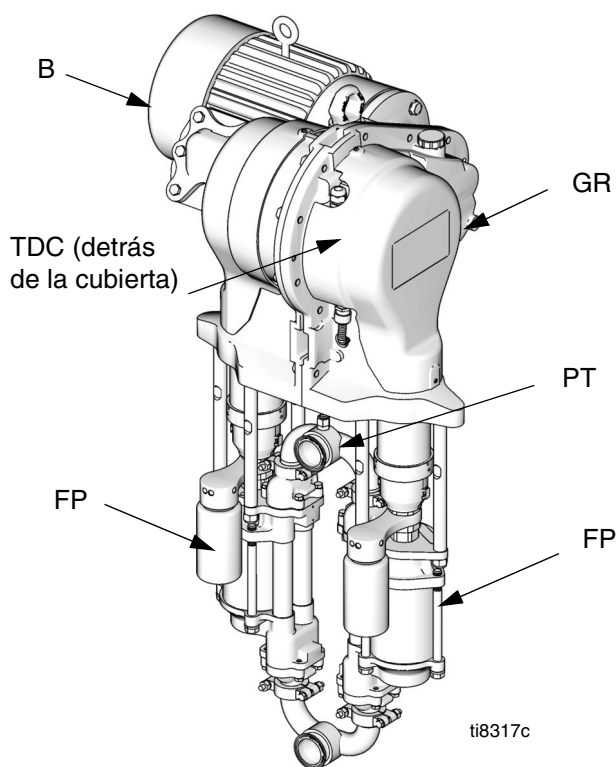
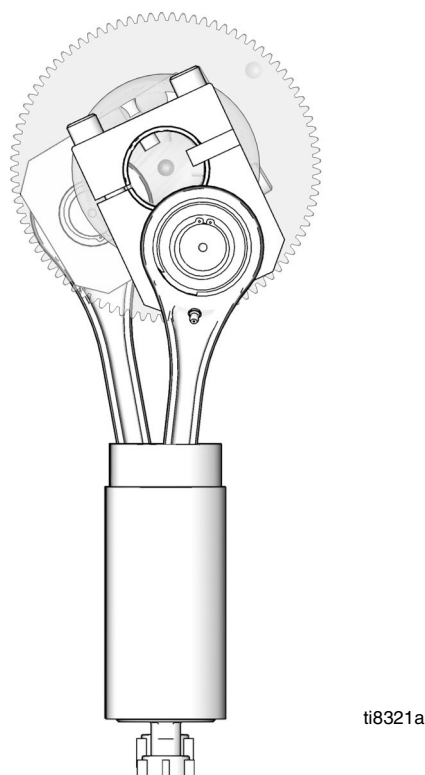

FIG. 1. Bomba de circulación eléctrica
FIG. 2. Vista recortada que muestra las posiciones de carrera desplazadas
Un motor eléctrico (B) proporciona una entrada con un reductor de engranaje 75:1 (GR), que acciona dos bombas de fluido (FP). Vea la FIG. 1. Las posiciones de carrera de las dos bombas están desplazadas para lograr un flujo consistente del conjunto de la bomba. Vea la FIG. 2.